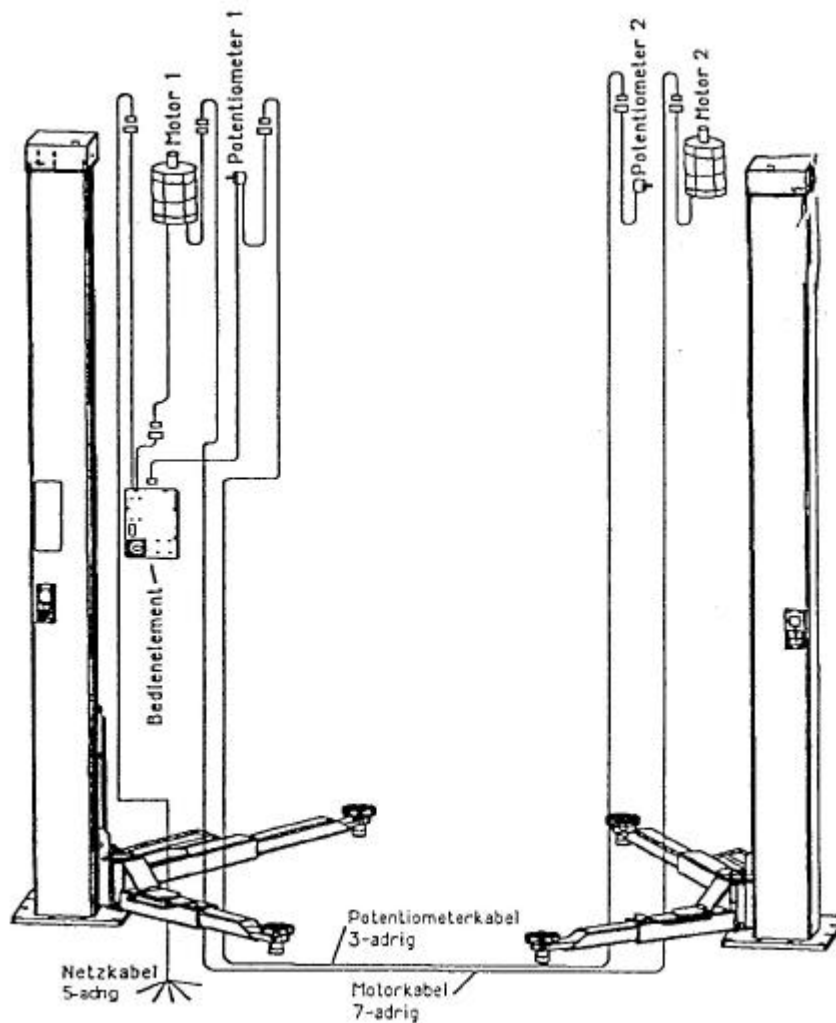

Bild.19 Kabelverlauf ohne Verwendung von Steig- und Querrohr
- Die Kabel sind gemäß der Zeichnung (Bild 19) zu verbinden.